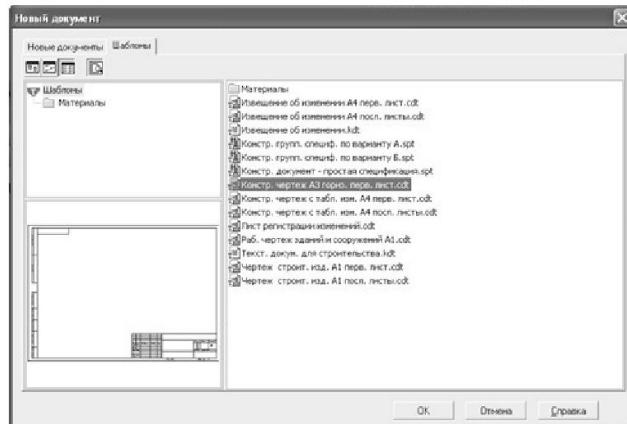

Рис.3
1. Можно просто два раза щёлкнуть левой кнопкой мышки (ЛКМ) на запускающем ярлыке КОМПАС-3D V14. На экране появится окно Компас, затем следует щелкнуть мышью по кнопке Создать на панели инструментов. При этом откроется новое диалоговое окно Выбор шаблона (рис. 3):